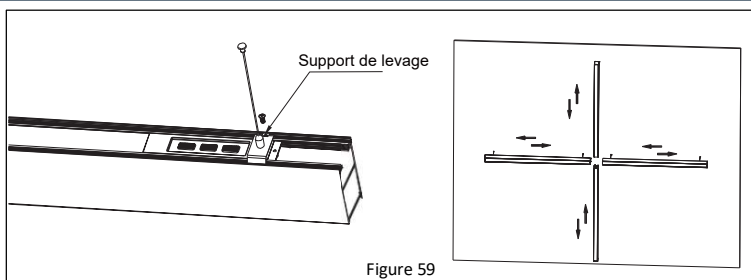

Figure 59
4. Ajustez le support de levage dans le luminaire dans une position permettant la suspension et l'accouplement. **Reportez-vous à la Figure 59.**